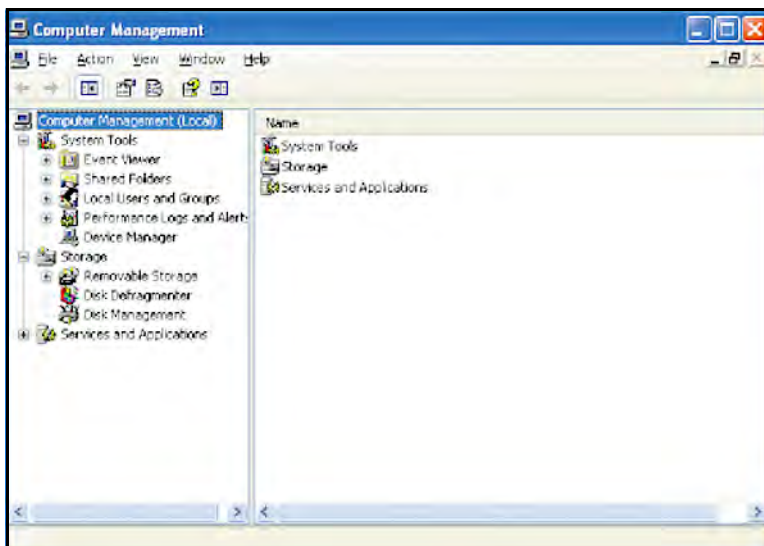

Рис. 115: Локальные пользователи и группы в окне управления компьютером
3. В иерархии опций *управления компьютером* разверните папку *Локальные пользователи и группы* (Local Users and Groups) (см. *Рис. 115* ниже).